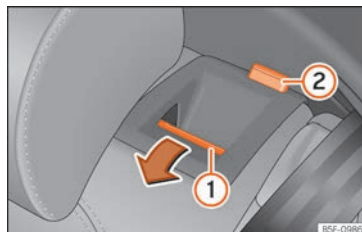

Fig. 62 Asiento trasero: abatir el respaldo.
- Pulse la tecla de desbloqueo >>> **fig. 62 ①** hacia delante y, al mismo tiempo, abata el respaldo. El respaldo trasero está desbloqueado cuando se ve una marca roja en la tecla **②**.